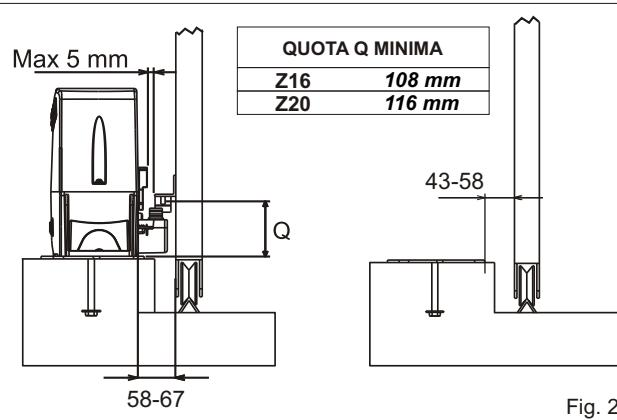

Fig. 2
3. Prima di cementare la piastra di ancoraggio assicurarsi che la stessa risulti perfettamente orizzontale e che sia rispettata la quota di 50-55 mm indicata in Fig. 2.